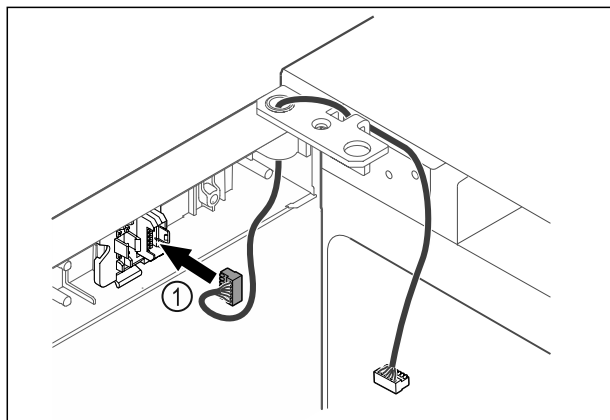

Fig. 43
- ▶ Wtyczkę Fig. 43 (1) należy włożyć w uchwyt wtyczki.